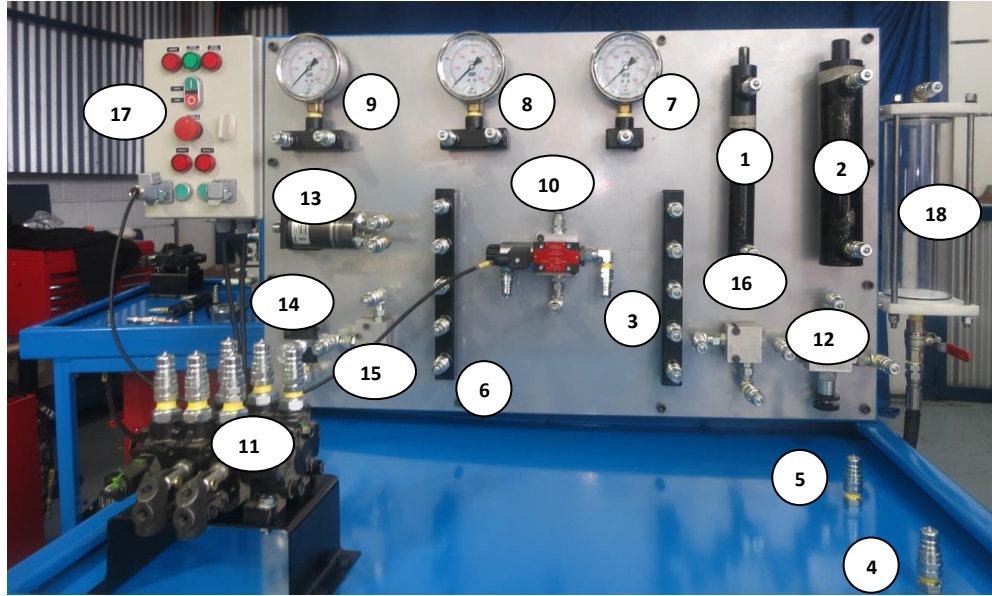

FIGURA 3
A.- Control de un cilindro actuador de doble efecto de 25mm, con una válvula de control direccional 4/2. (VER FIGURA 3).